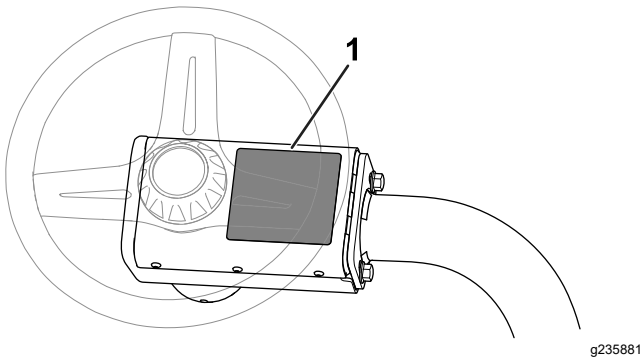

Bild 14
- **CE-Warnaufkleber**: Bringen Sie den CE-Warnaufkleber (Bestellnr. 139-8321) über den vorhandenen Warnaufkleber (Bestellnr. 139-8320) auf der Abdeckung des Lenkrads; siehe Bild 14.